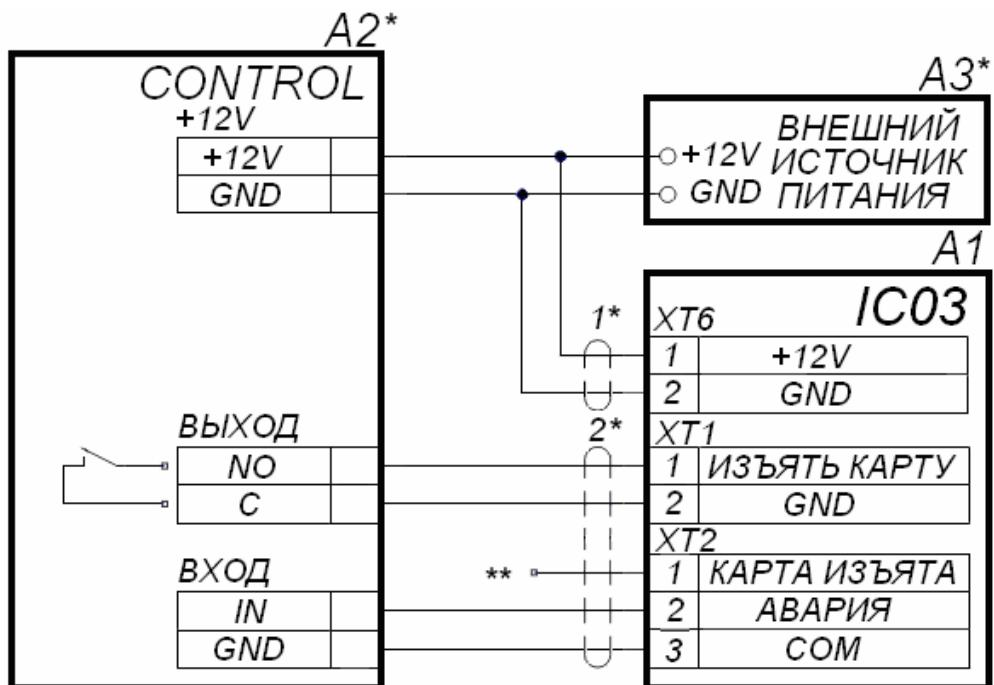

Рисунок 7 Схема подключения картоприемника к контроллеру СКУД⁴
11. Подключите кабели от источника питания и контроллера СКУД к плате управления картоприемником, находящейся в его верхней части со стороны кожуха (3). Подключение производите в соответствии со схемой подключения на рис. 7. Перечень обозначенных на схеме элементов приведен в табл. 4.